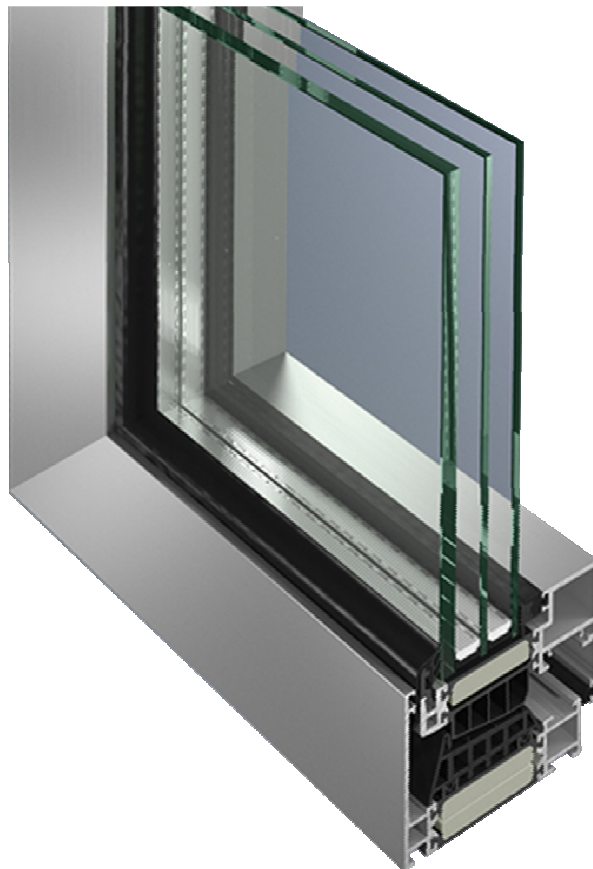

Figura 1.0 – (tipo)
A) - Serramento in alluminio a taglio termico con doppio vetro (Figura 1.0):